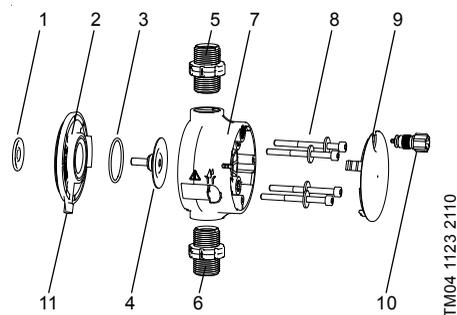

Fig. 10 Tête de dosage, vue éclatée
|  | Rechercher d'éventuelles fuites au niveau de l'orifice de purge (fig. 10, pos. 11) et vérifier si ce dernier est obstrué ou sale.Si c'est le cas, suivre les instructions du paragraphe 7.4 Rupture de la membrane .  |
Ce paragraphe fait référence à la fig. 10.
En cas de fuite ou de rupture de la membrane, le liquide de dosage s'échappe de l'orifice de purge (fig. 10, pos. 11) sur la tête de dosage.
En cas de rupture de la membrane, la membrane de sécurité (fig. 10, pos. 1) protège le corps de la pompe contre toute entrée de liquide de dosage.
Lors du dosage de liquides cristallisants, il est possible que la cristallisation obstrue l'orifice de purge. Si le fonctionnement de la pompe n'est pas interrompu sur-le-champ, de la pression peut s'accumuler entre la membrane (fig. 10, pos. 4) et la membrane de sécurité dans la bride (fig. 10, pos. 2). La pression peut faire passer le liquide de dosage à travers la membrane de sécurité dans le corps de la pompe.